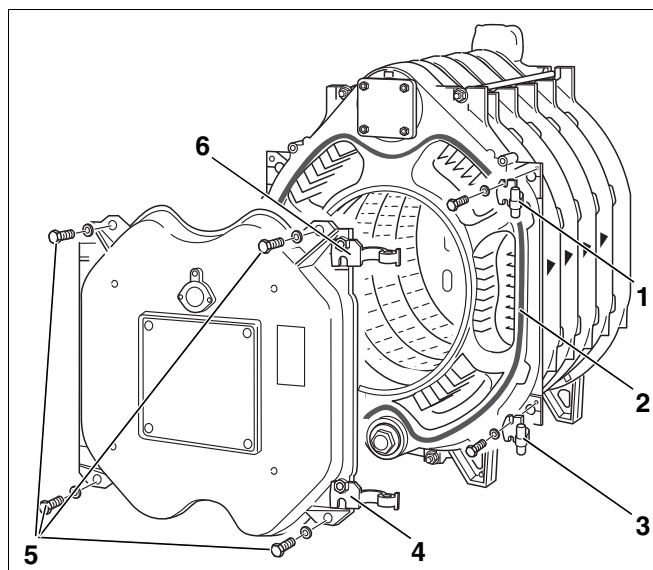

Fig. 26 Appendere lo sportello del bruciatore
Di fabbrica, entrambi gli occhielli delle cerniere (fig. 26, [4] e [6]) sono avvitati sulla destra della porta. Per cambiare il senso di apertura della porta del bruciatore, gli occhielli delle cerniere si devono togliere da destra ed essere corrispondentemente montati sulla sinistra della porta.
- Avvitare i ganci delle cerniere (fig. 26, [1] e [3]) ognuno con 2 bulloni M 12 × 50 all'elemento anteriore. La fig. 26 rappresenta questa operazione per battuta a destra. Con battuta a sinistra, i ganci di cerniera devono essere avvitati in modo corrispondente sulla parte destra.
- Incollare il cordone GP Ø 18 mm sull'elemento anteriore con adesivo Silastik. In questa operazione, il cordone ermettizzante deve essere posizionato lateralmente (fig. 26, [2]).
- Chiudere lo sportello del bruciatore e fissarlo con i 4 bulloni (M 16 x 140) (fig. 26, [5]). I bulloni si devono avvitare in modo uniforme e in sequenza incrociata.